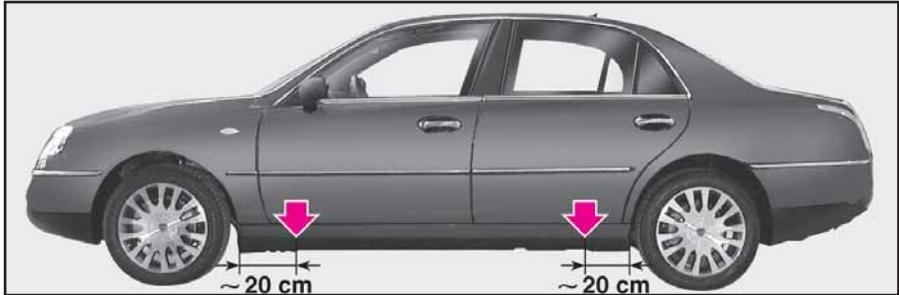

fig. 12
13) coloque el gato debajo del coche cerca de la rueda que va a cambiar, en correspondencia a la referencia indicada en el estribo de la puerta a casi 20 cm del borde del guardabarros, tal como se ilustra en la (fig. 12);